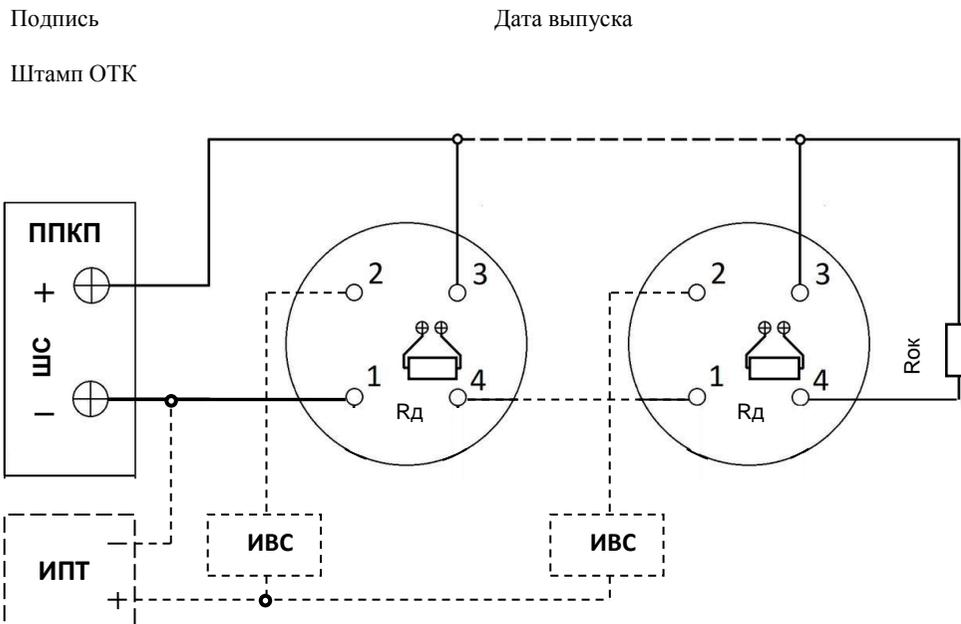

Рисунок 1
2.2. Извещатель формирует извещение «Пожар» («Внимание») при задымленности окружающей среды с оптической плотностью от 0,05 до 0,2 дБ/м (или при поднесении проверочного устройства в зону индикатора зеленого цвета) и непрерывное свечение индикатора красного цвета. Конкретные значения токов в режимах «Пожар» («Внимание») задаются резистором R_d (Рис.1) и определяются типом ППКП.
Закрепить при помощи шурупов из комплекта поставки базовое основание в месте установки извещателя и подключить к нему провода шлейфа сигнализации (ШС) в соответствии с Рис. 1
Токи задаются установкой соответствующей величины резистора R_d (Рис.1), рассчитываемого по формуле:
При установке извещателя за подвесным потолком, необходимо установить внешний световой индикатор (ИВС) для контроля состояния извещателя в соответствии с рис. 1. В качестве индикатора может быть использован светодиод. Источник постоянного тока с напряжением на выходе (12-24) В.